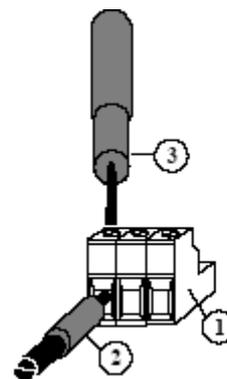

Fig.1 - Morsetti ad innesto polarizzati
Morsetti: (Fig.1) sono di tipo ad innesto polarizzati (1), si consiglia di utilizzare capicorda adeguati ai conduttori (2) e ancorare i cavi alla struttura dell'armadio per evitare eccessive sollecitazioni ai circuiti e ai morsetti stessi.